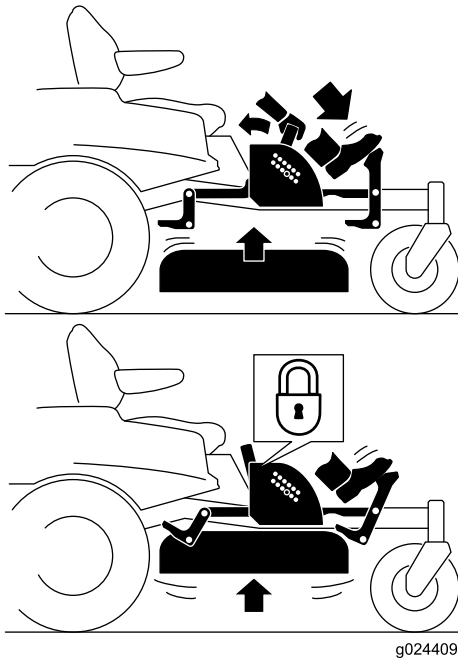

Figura 22
- Pise el pedal para elevar la carcasa; siga pisando el pedal hasta que la carcasa quede bloqueada en la posición de transporte (**Figura 22**).
- Pise el pedal de elevación de la carcasa y tire hacia atrás de la palanca de bloqueo de transporte para desactivar el bloqueo de transporte (**Figura 22**).
4. Pise el pedal de elevación de la carcasa y tire hacia atrás de la palanca para desactivar el bloqueo de transporte (**Figura 22**).